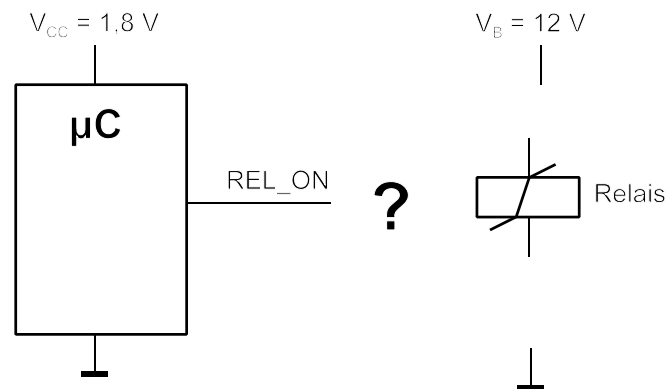

Abb. 7 Dieser Mikrocontroller soll ein Relais ansteuern
18. Ein Mikrocontroller mit einer Betriebsspannung von 1,8 V soll ein Relais ansteuern (Abb. 7). Da es sich nur um ein einziges Relais handelt, soll eine diskrete Transistorstufe verwendet werden. Welche Transistorart setzen Sie ein? Weshalb? Skizzieren sie die Schaltung mit allen wesentlichen Einzelheiten. Erläutern Sie, wozu ggf. vorgesehene zusätzliche Bauelemente dienen.